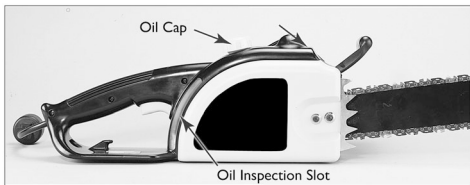

Fig. 6
**HINWEIS:** Ihre Kettensäge ist mit einem Automatischen Ölungssystem ausgerüstet, welches die EINZIGE Quelle der Schmierung von Schiene und Kette ist (Abb. 6).